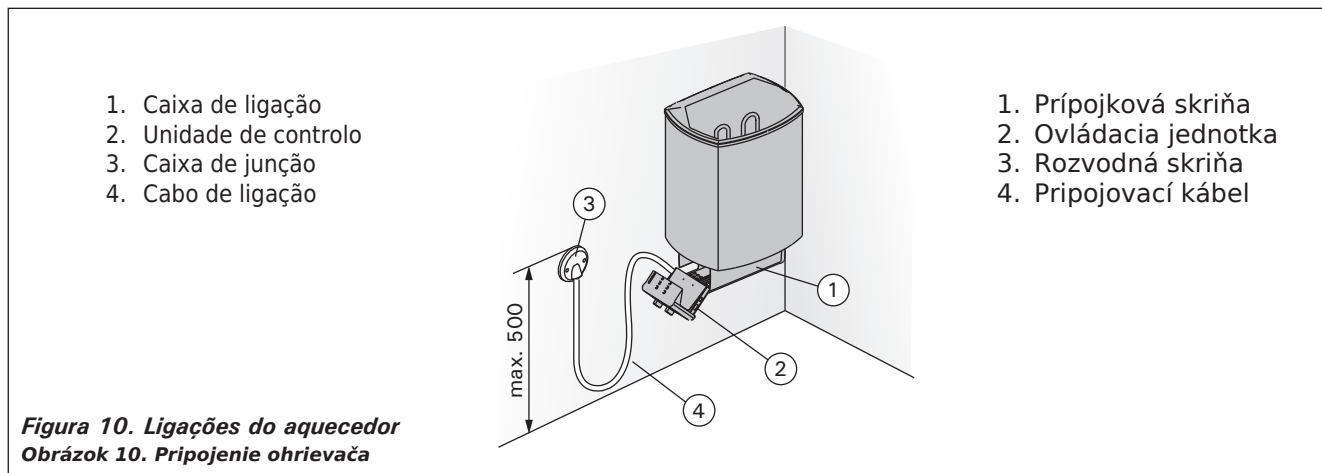

Figura 10. Ligações do aquecedor
- O aquecedor é ligado de modo semi-estacionário à caixa de junção (figura 10: 3) na parede da sauna. A caixa de junção deve ser à prova de salpicos e a sua altura máxima a partir do chão não deve exceder 500 mm.
- O cabo de ligação (figura 10: 4) deve ser um cabo de borracha do tipo H07RN-F ou equivalente. **NOTA!** Devido à fragilização térmica, é proibido utilizar como cabo de ligação um cabo com isolamento em PVC.